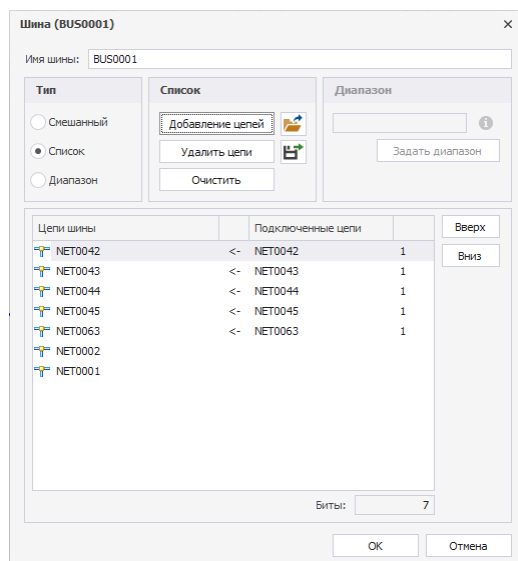

Рис. 168 Цепи, добавленные в шину через редактор списка цепей
5. Нажать кнопку «ОК», тем самым подтверждая добавление цепей в список цепей, подключенных к шине. Добавленные цепи будут отображаться в списке цепей, подключенных к шине, в окне редактора списка цепей, см. Рис. 168.